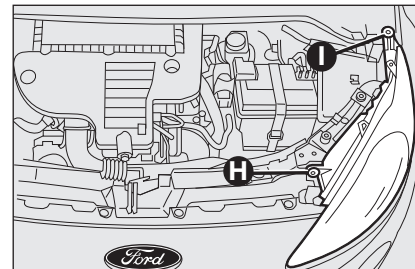

fig. 14
- după ce ați ridicat capacul motorului, deșurubați șuruburile de fixare **H** și **I** amplasate în punctele ilustrate în **fig. 14**;